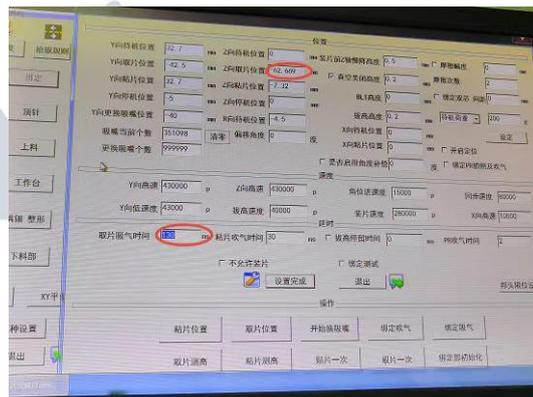

图 5
(2) 图 5：增加焊头 Z 向取片位置参数，使焊头跟随顶针一起降低，保证吸取到芯片；